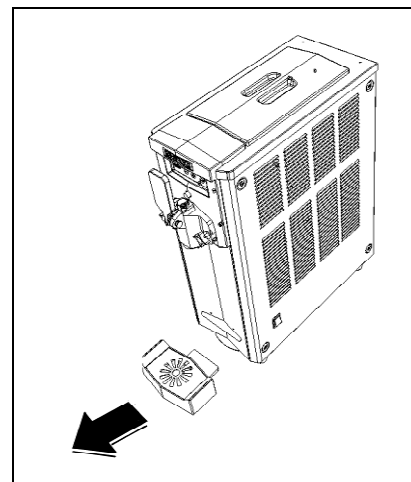

Fig. 16
- **D**émonter le ramasse gouttes en le tirant légèrement vers l'extérieur (fig.16) et le laver soigneusement à l'eau chaude et liquide vaisselle.